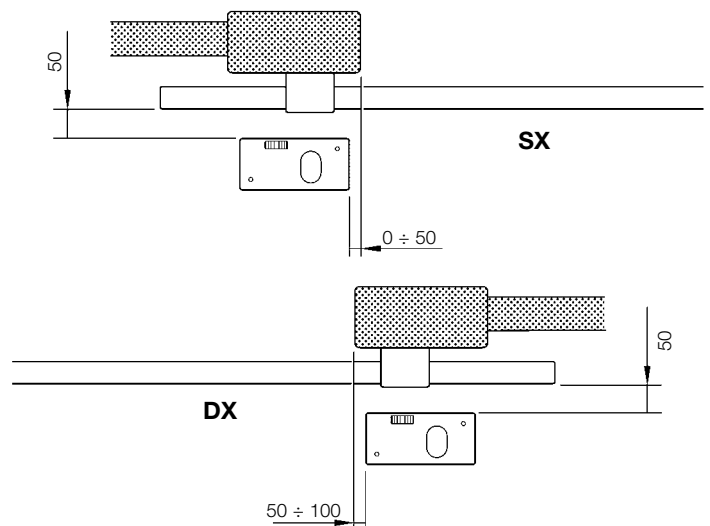
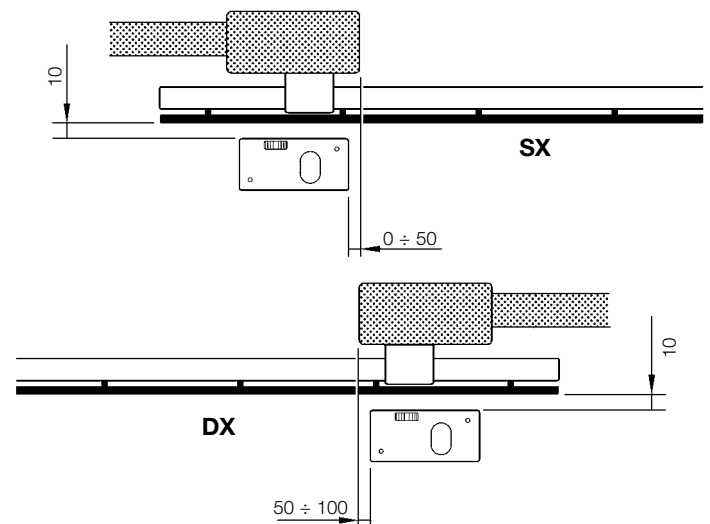

Abbildung 11
Abbildung 12
- Gleich ob der Toröffner links oder rechts montiert wird, müssen die Maße in Abbildung 11 (Tor ohne Zahnstange) und in Abbildung 12 (Tor mit bereits installierter Zahnstange) eingehalten werden.
1 Das Fundament ausgraben, dabei die Angaben in Abschnitt "Vorprüfungen" und insbesondere die Maße in Abbildung 11 auf Seite 7 einhalten.
4 Die Fundamentplatte so positionieren, dass die Seite mit den Furchen (sie geben die Position des Ritzels an) zum Tor hin gerichtet ist, dabei die Maße in Abbildung 11 einhalten.
1 Das Fundament ausgraben, dabei die Angaben in Abschnitt "Vorprüfungen" und insbesondere die Maße in Abbildung 12 auf Seite 7 einhalten. Besonders darauf achten, dass die Fundamentplatte 77mm von der Zahnstange entfernt sein muss – siehe Abbildung 15.
4 Die Fundamentplatte so positionieren, dass die Seite mit den Furchen (sie geben die Position des Ritzels an) zum Tor hin gerichtet ist, dabei die Maße in Abbildung 12 einhalten.